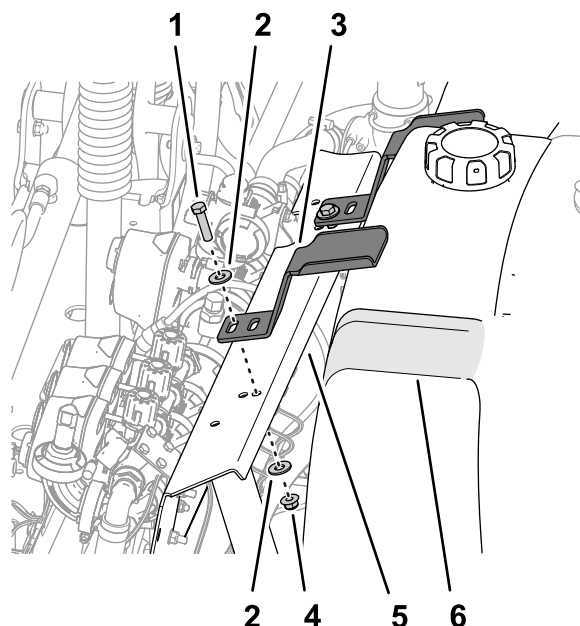

Figura 14
2. Alinee la pletina de sujeción con el hueco de la parte superior del depósito de enjuague (Figura 14).
3. Alinee la ranura de la pletina de sujeción con el taladro del panel de montaje de las válvulas (Figura 14).
5. Repita los pasos 2 a 4 con la otra pletina de sujeción en el otro hueco del depósito de enjuague (Figura 14).